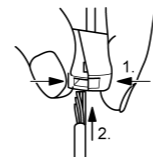

Figura 7: Collegamento del conduttore flessibile
- Premere il morsetto sul lato contro l'apertura quadra e collegare il conduttore flessibile (figura 7).